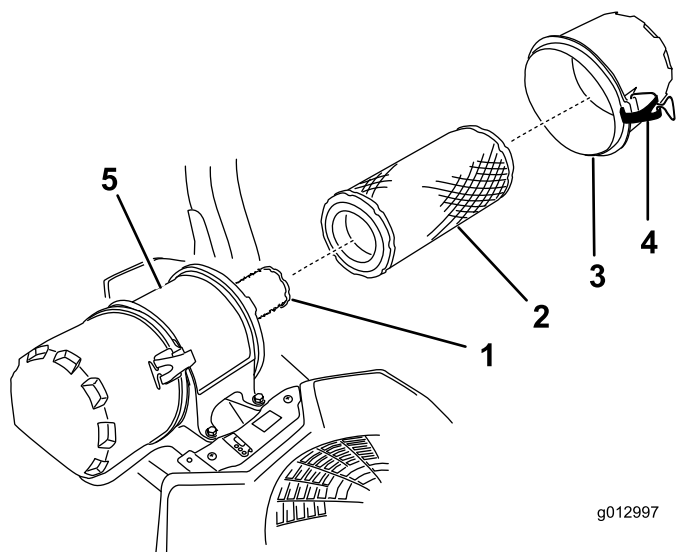

Figure 57
6. Ouvrez les dispositifs de verrouillage du filtre à air et détachez le couvercle du boîtier du filtre (Figure 57).
8. Sortez le préfiltre du boîtier du filtre avec précaution (Figure 57).
2. Si vous remplacez l'élément de sécurité, glissez-le avec précaution dans le boîtier du filtre (Figure 57).
3. Placez ensuite le préfiltre sur l'élément de sécurité avec le même soin (Figure 57).
4. Remettez en place et verrouillez le couvercle du filtre à air (Figure 57).